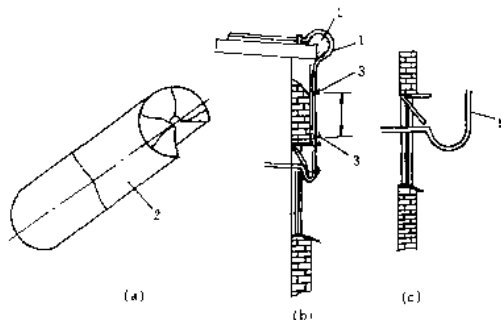

图3 软管的固定
① 屋檐旁的处理 软管通过屋檐,应做圆角处理,不能弯成死弯。处理时,用直径40~60毫米的毛竹一段,劈去1/4圆周(图3),再把它安装在屋檐上,将塑料软管跨过安装在屋檐边的毛竹,两端用卡子扣牢。
② 沿壁的固定 用冲击电钻在软管所经过的墙壁上钻6毫米孔,孔内塞入塑料膨胀螺栓,再旋入带卡子的木螺钉,固定好软管,卡子在直线段上,一般每隔500毫米安装一个,弯曲处距离适当减少。
③ 软管进口处的防水处理 塑料管不能直接进入窗口,以防下雨时雨水沿软管进入室内,其处理方法是:将塑料管在进口处做成一个半圆状的进口结,结的最低点要低于窗口进口点40毫米左右,如图3(c)。